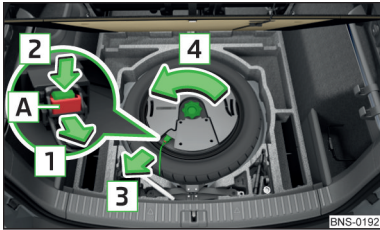

Abb. 337
- › Die Verriegelung **A** am Stecker in Pfeilrichtung **1** ziehen » Abb. 337.
- › Die Sicherungsmutter entgegen der Pfeilrichtung **4** bis zum Anschlag einschrauben » Abb. 337.